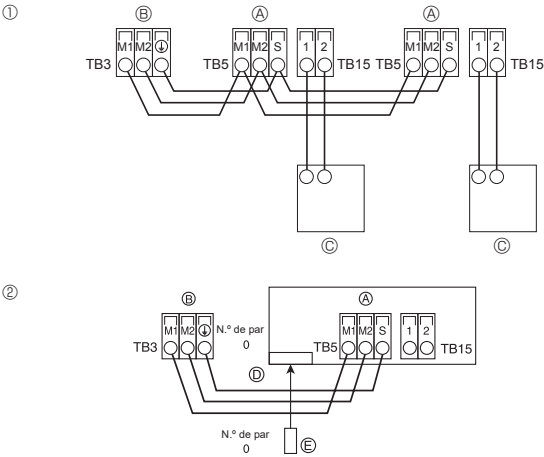

Fig. 6-3
6.5. Conexión de los cables de transmisión del mando a distancia y de las unidades exterior e interior (Fig. 6-3)
- ① Mando a distancia MA
- ② Controlador remoto inalámbrico